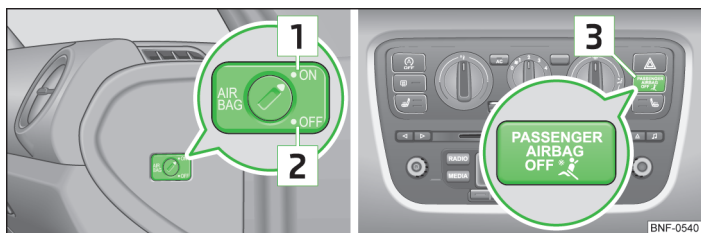

Fig. 94 Comutator cu cheie pentru airbagul frontal al pasagerului față / lampă de control pentru dezactivarea/activarea airbagului frontal al pasagerului față
- Lampa de control **PASSENGER AIR BAG OFF**  **3** » fig. 94 la pagina 102 se aprinde la punerea contactului motor.
- > Rotiți cu cheia fanta comutatorului în poziția **2** » fig. 94 OFF.
- > Rotiți cu cheia fanta comutatorului în poziția **1** » fig. 94 ON.